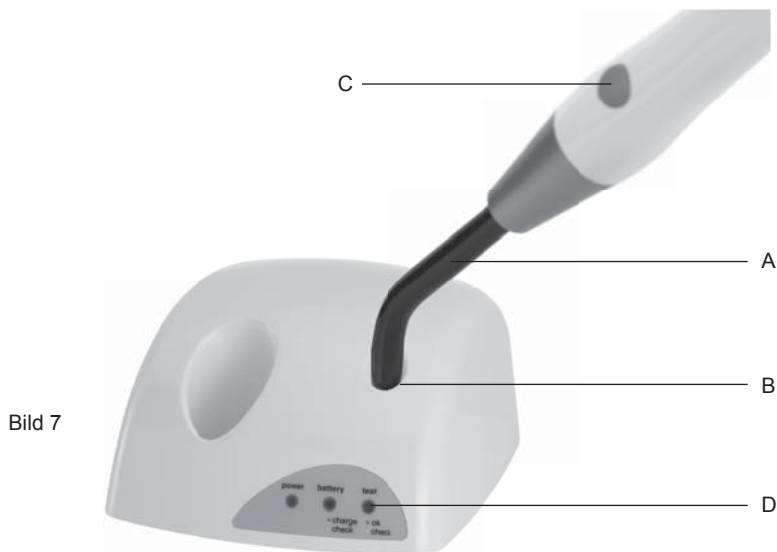

Bild 7
- 1 setzen Sie den Lichtleiter (Bild 7 - Ref.A) direkt auf die Oberfläche des Intensitätssensors, ohne zu drücken (Bild 7 - Ref.B);
- 2 schalten Sie die Lampe durch Tastendruck ein (Bild 7 - Ref.C).
Das Led test (Bild 7 - Ref. D) zeigt den gemessenen nutzbaren Lichtfluss an: